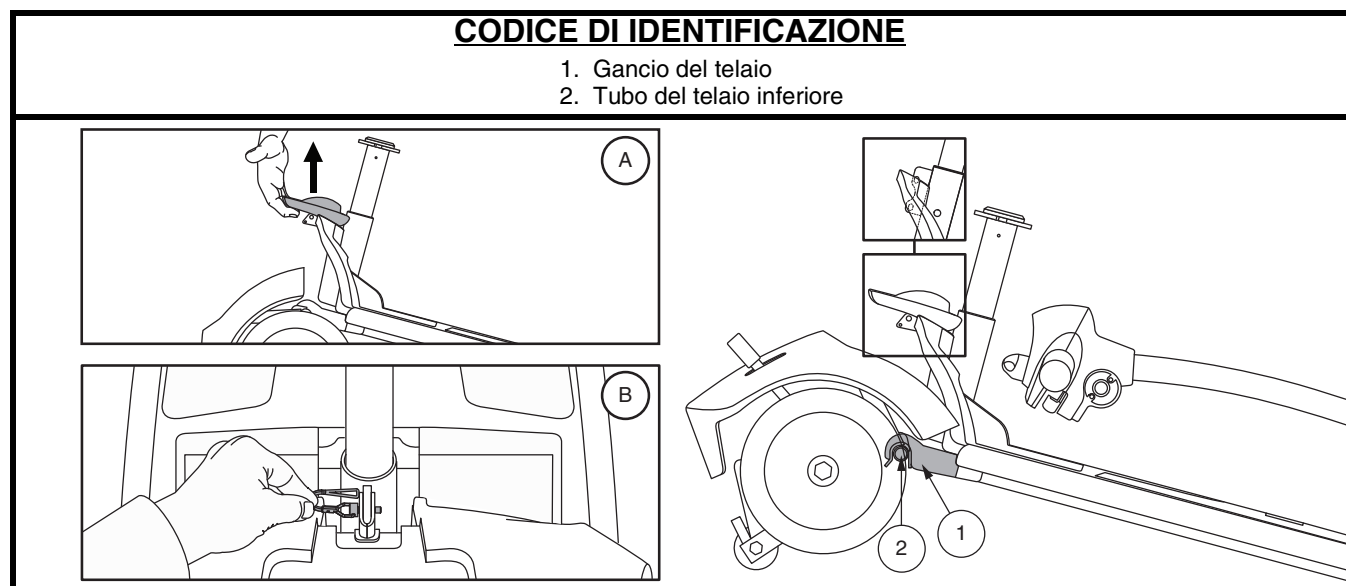

Figura 26. Leva di rilascio del telaio (Stile A) e Perna di chiusura del telaio (Stile B)
4. Separare lentamente le due sezioni del miniscooter. **Vedere figura 26.**
NOTA: Prima di effettuare il montaggio, inclinare la metà posteriore del miniscooter leggermente all'indietro sulle ruote antiribaltamento, come illustrato nella figura 26.
1. Usare la leva di rilascio del telaio (o la piantone del sedile per modelli 36, 83 e 84) per sollevare la parte anteriore mentre si allineano i ganci del telaio della parte anteriore con il tubo del telaio inferiore della sezione posteriore. **Vedere figura 26.**
2. Una volta che i ganci del telaio sono sopra il tubo del telaio inferiore, abbassare la sezione anteriore e ruotare contemporaneamente la sezione posteriore. Questa operazione aggancia automaticamente la chiusura del telaio nei modelli 40X, 44X, 40E, 44E, 40LX, 44LX, 50LX, 54LX, 53, 53HD, 54, 54HD, 73 e 74. Nei modelli 36, 83 e 84, è necessario inoltre reinstallare il perno di chiusura del telaio per completare il montaggio del corpo. **Vedere figura 26.**